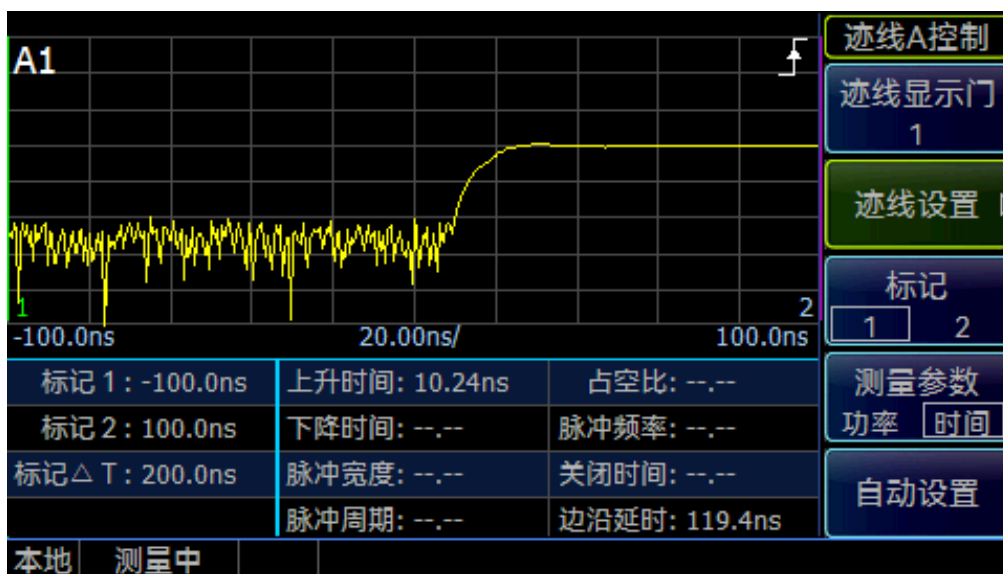

图 4.4 上升时间测试
- 8) [迹线设置]>[水平刻度]>[20ns/], 如图 4.4 所示, 得到脉冲信号的上升时间;